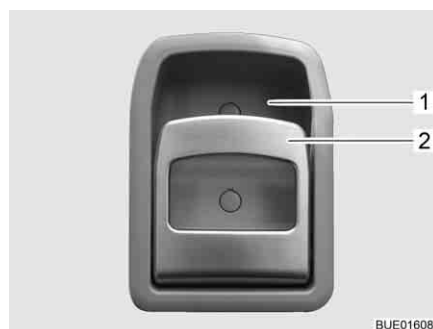

Fig. 64 Cerradura de la puerta de entrada, en el interior
- Tirar del tirador (Fig. 64,2). Se desbloqueará o bien abrirá la cerradura de la puerta.
- Presionar la parte superior del tirador (Fig. 64,2) hacia el alojamiento del tirador (Fig. 64,1). Se bloqueará la cerradura de la puerta.